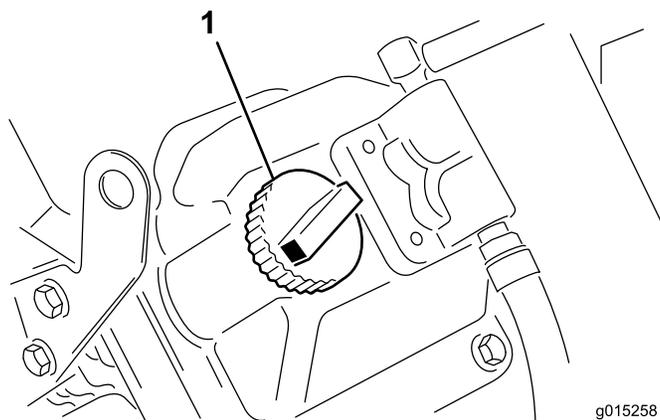

図 9
5. オイルの量が FULL 位置より下の場合は、補給口のキャップを取り、FULL 位置まで補給する **図 9**。入れすぎないこと